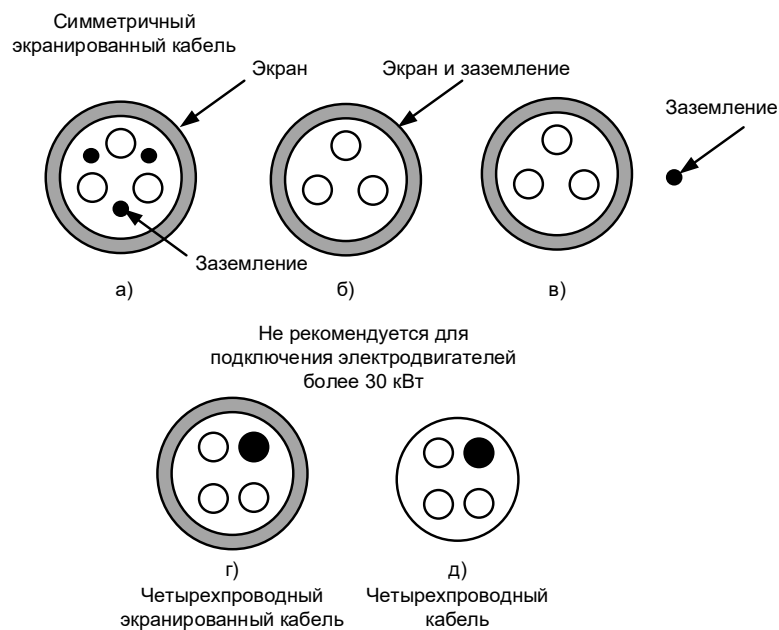

Рисунок 4-22 Типы силовых кабелей
- Для обеспечения меньшего уровня электромагнитного излучения необходимо использовать экранированные силовые кабели с симметричными заземляющими проводниками (Рисунок 4-22);
Использование для подключения двигателя симметричного экранированного кабеля (Рисунок 4-22, а) по сравнению с четырехпроводным обеспечивает меньший уровень электромагнитного излучения всей системы электропривода, а также меньшие токи через подшипники двигателя и их износ. Для эффективного подавления электромагнитных помех проводимость экрана должна составлять не менее 1/10 проводимости фазного проводника.
При использовании экрана кабеля в качестве проводника защитного заземления (Рисунок 4-22, б) его сечение должно соответствовать значениям, указанным в таблицах 4-2~4-5. При невыполнении этого условия рекомендуется использовать кабель с симметричными проводниками защитного заземления (Рисунок 4-22, а) или отдельный проводник заземления (Рисунок 4-22, в).